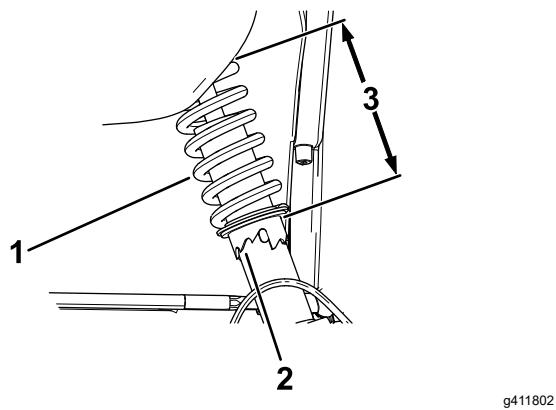

Figura 51
- Se o alinhamento da roda estiver desalinhado, utilize a chave de aperto para rodar o anel na mola amortecedora para alinhar a roda (Figura 51).